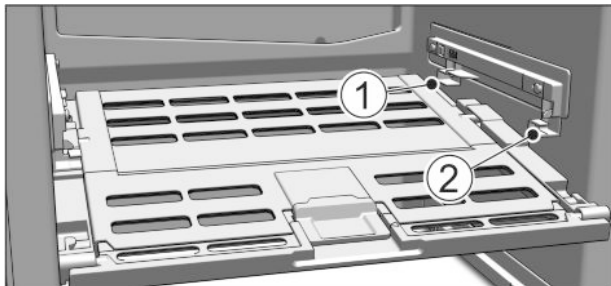

Fig. 48
- ▶ A zöldséges & gyümölcsös rekesz fedelének behelyezése: Alulról vezesse be a fedél bordáit a hátsó tartóba Fig. 48 (1), elől pedig pattintsa be őket a tartóba Fig. 48 (2).